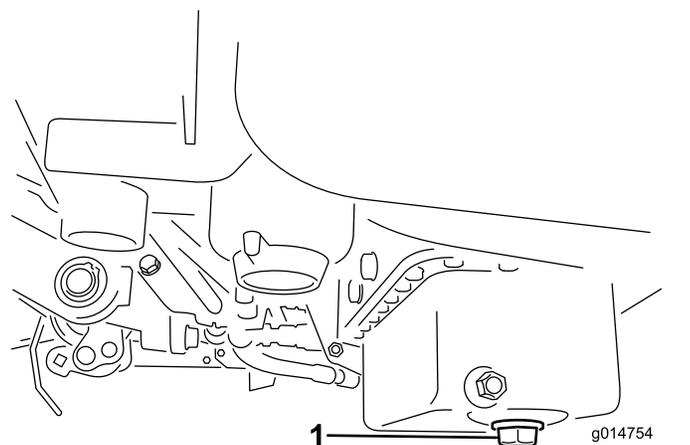

Figure 39
1. Retirez le bouchon de vidange et laissez couler l'huile dans un bac de vidange. Remettez le bouchon quand la vidange est terminée (Figure 39).